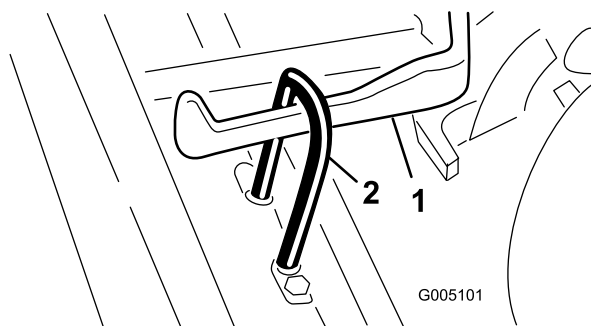

Figura 9
- Deslice la unidad de corte por debajo del bastidor de tiro mientras engancha el gancho de elevación en el brazo de elevación (Figura 9).